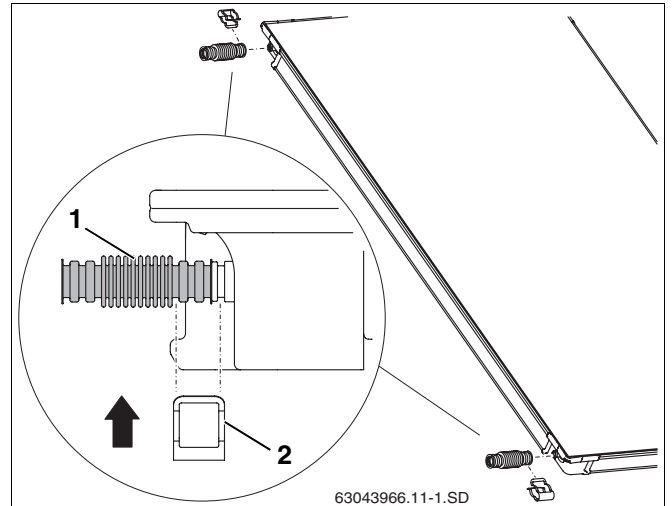

Fig. 25 Monter le connecteur du tube ondulé sur le premier capteur
- Glisser le connecteur (fig. 25, **pos. 1**) sur les raccords gauches du premier capteur.
- Glisser la bride de fixation (fig. 25, **pos. 2**) servant à sécuriser le raccordement, sur le connecteur du tube ondulé et le raccordement du capteur.